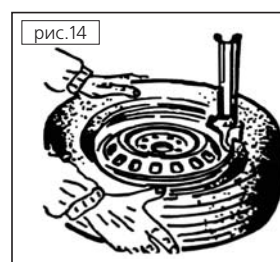

рис.14
3. Положите шину на обод, приподняв её левую сторону, затем начните вращать стол, одновременно надавливая на покрышку, чтобы нижний борт вошел за край обода (Рис. 14).